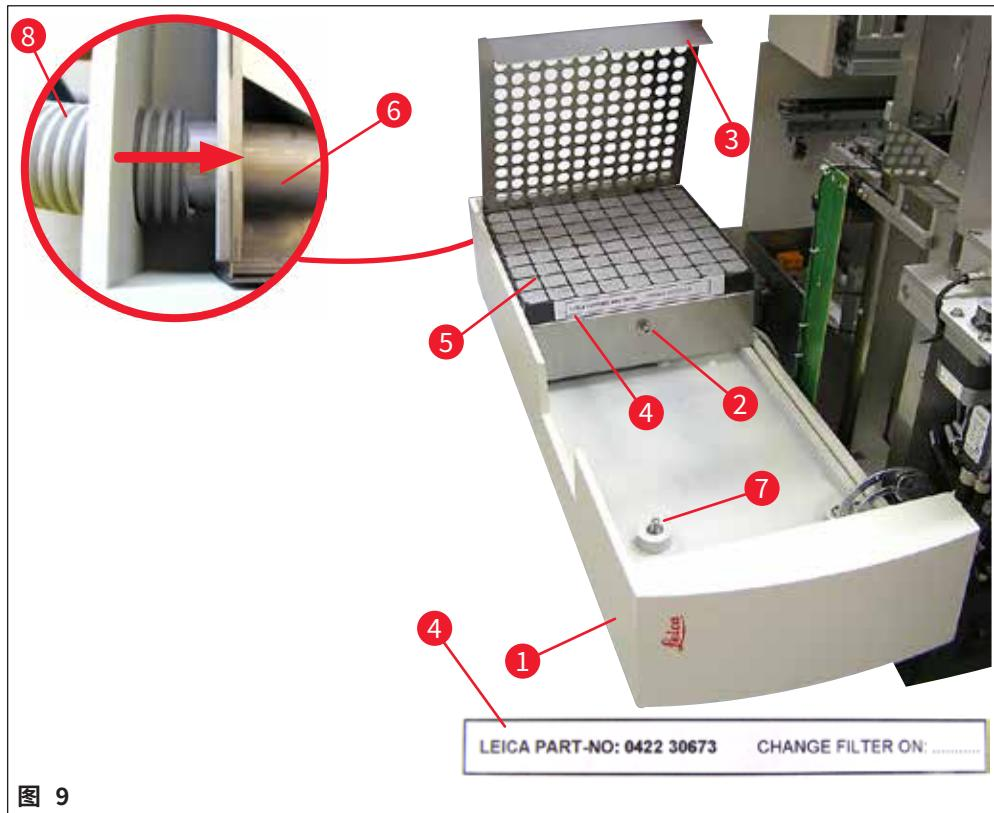

图 9
(→ 图 9) 细节图: 排气软管 (→ 图 9-8) 的装配。已拆下过滤器盖 (→ 图 9-3) 和过滤器 (→ 图 9-5) 露出连接件 (→ 图 9-6)。
2. 按照(→ 第 26 页 - 4.6 安装喷胶组件)所述打开检修门(→ 图 15-1)(→ 图 9)。